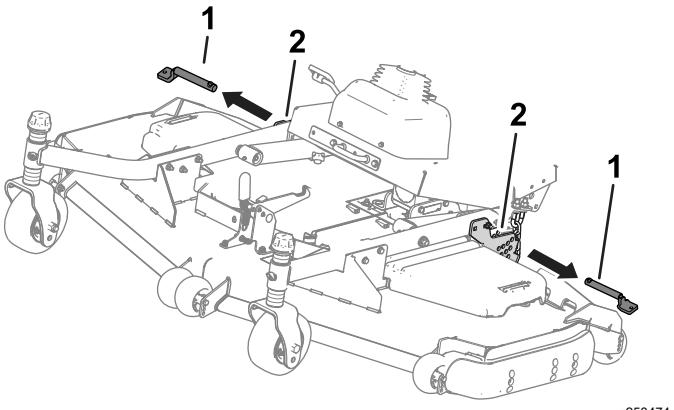

Bild 31
4. Entfernen Sie die Splinte von den Schnitthöhenplatten (**Bild 31**).